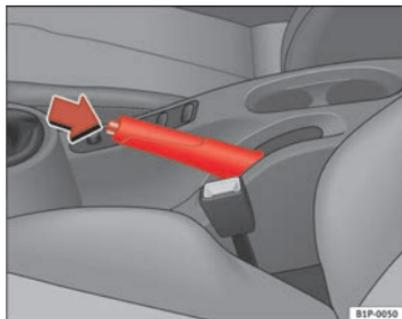

Fig. 130 Freno de mano entre los asientos delanteros
- Tire con fuerza de la palanca del freno de mano hacia arriba ⇒ fig. 130.
- Tire ligeramente de la palanca hacia arriba, presione el botón de desbloqueo en la dirección de la flecha ⇒ fig. 130 y baje completamente la palanca ⇒ ⚠.